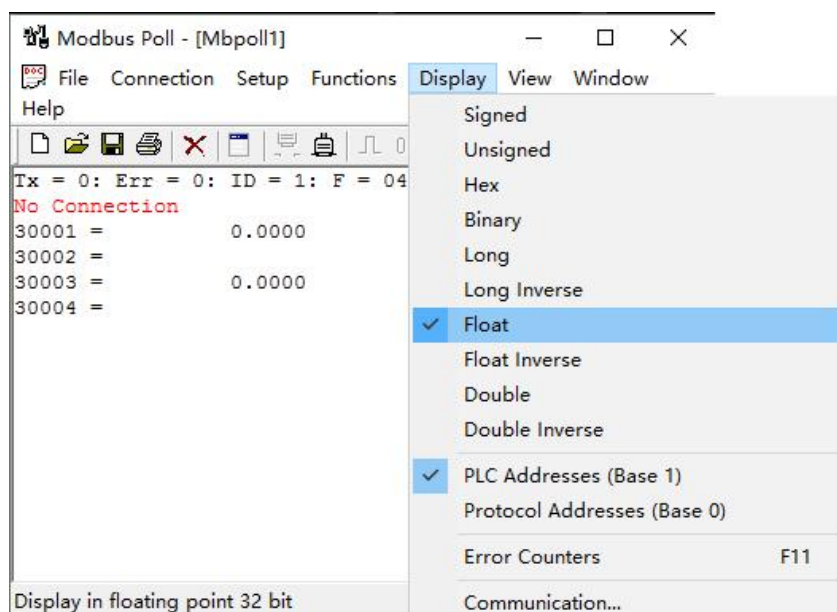

图 16 Display 设置
(4) 点击“OK”按钮。然后点击菜单中的“Display”项，在下拉框中选择“Float”和“PLC Addresses (Base 1)”，如图 16 所示